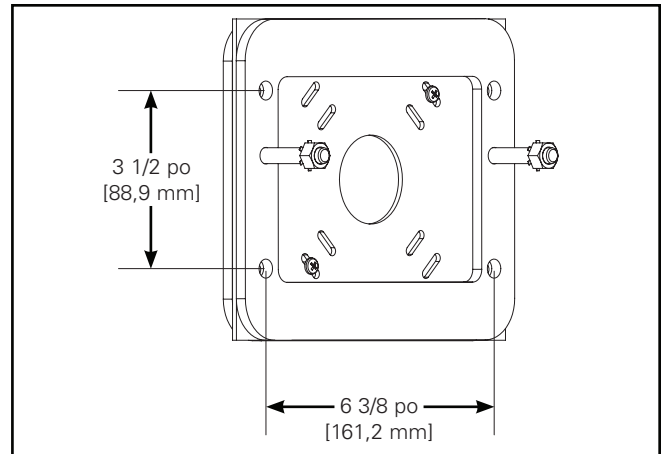

Figure 6.
3. En plus des vis fournies avec la boîte de jonction, le dispositif doit être fixé à l'aide de vis d'ancrage de 6,35 mm (1/4 po) (non fournies) installées dans les quatre trous fournis. (Figure 6.)